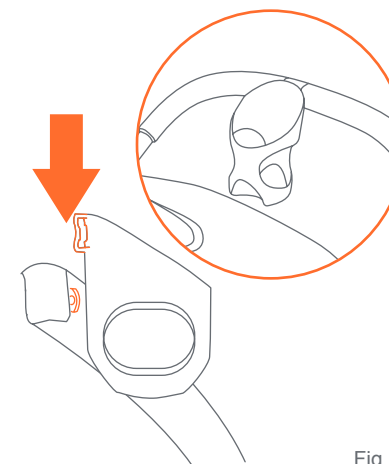

Fig. 7
- 7) • Fixation du porte-gobelet : faites glisser la pince du porte-gobelet par-dessus l'une des languettes du porte-gobelet situées sur la barre de poignée. Poussez-la jusqu'à ce qu'elle se mette solidement en place avec un clic (Fig. 7).